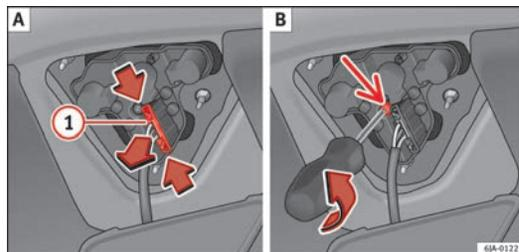

Fig. 163. Smontaggio del supporto lampade
- Accedere ai fanali scollegando il connettore ① ⇒ fig. 163 A e svitando il portalampada ⇒ fig. 163 B. Fare attenzione a non perdere la vite di fissaggio del portalampada.